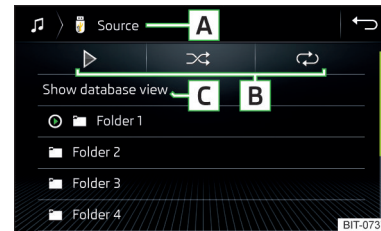

Abb. 133
**Ordner-/Titelliste** » Abb. 133